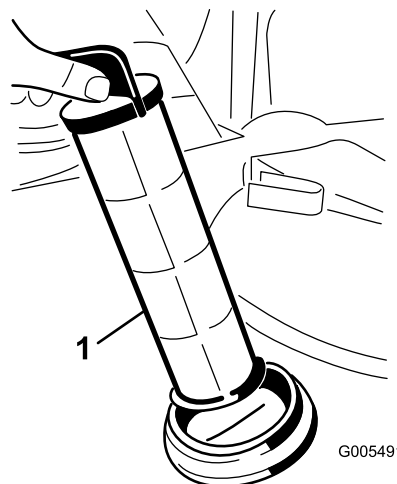

Figura 64
4. Estraete il filtro di aspirazione dal foro (Figura 64).